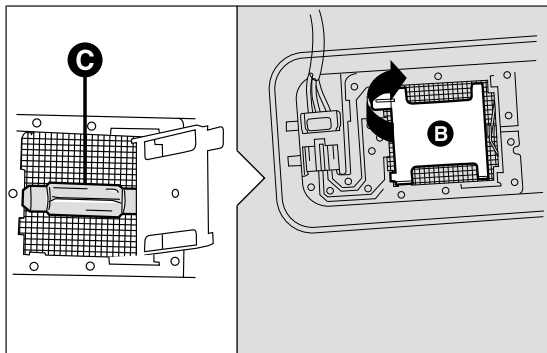

РИС. 139
- открыть крышку В РИС. 139, как показано, и заменить лампу С, освободив ее из боковых зажимов;